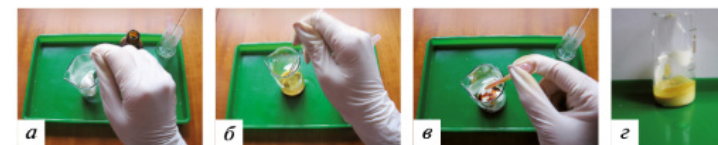

Рис. 7.13. Определение примесей крахмала в сметане
1. В сосуд поместите чайную ложку сметаны (рис. 7.13, а).
2. Добавьте из пипетки-капельницы 2—3 капли раствора иода или люголя (рис. 7.13, б).
3. Перемешайте смесь стеклянной палочкой (рис. 7.13, в).
Образец (рис. 7.13, г) является доброкачественным.